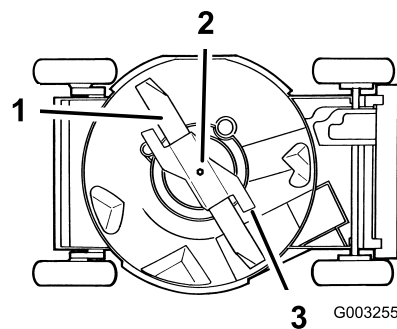

Bild 28
4. Kippen Sie den Rasenmäher auf die **rechte** Seite (Bild 28).
Fassen Sie das Ende des Messers mit einem dicken Handschuh an oder wickeln Sie einen Lappen um das Messer. Nehmen Sie die Messerschraube, Sicherungsscheibe, den Beschleuniger und das Messer ab (Bild 28).